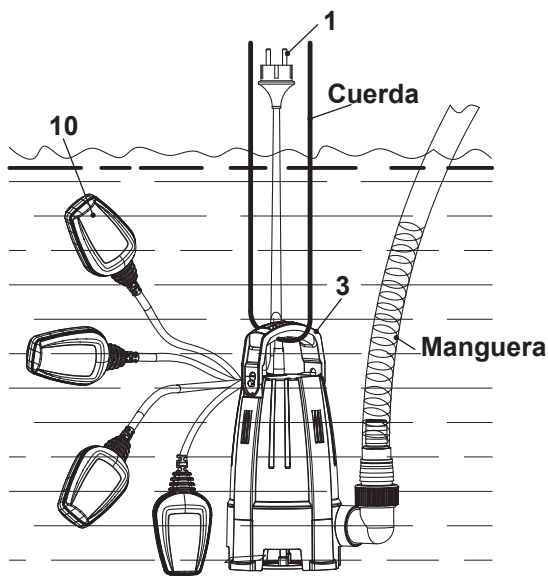

Fig. 4
4. Fije una cuerda al asa de transporte (3) y sumerja el producto con cuidado en el depósito de agua (Fig. 4)